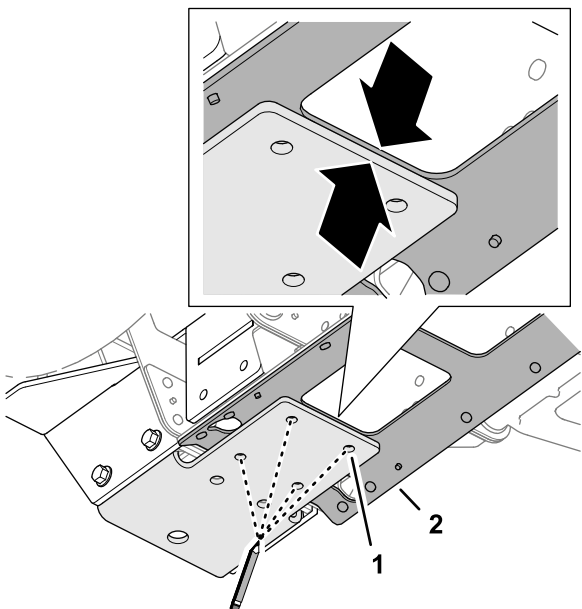

Figura 50
3. Alinee el borde trasero del soporte inferior con el borde del hueco de acceso de la chapa del perfil central (Figura 50).
4. Marque la posición de los 4 taladros del soporte inferior en la chapa del perfil central, como se muestra en la Figura 50.